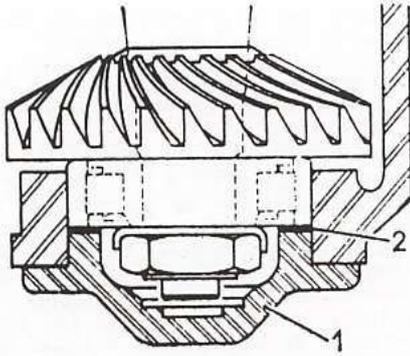

Fig. 73. — Mise en place du petit couvercle droit
- Coucher le carter sur le côté droit. Dans le chapeau de roulement (1) (fig. 73), placer les cales de réglage (2) et la butée à aiguilles.